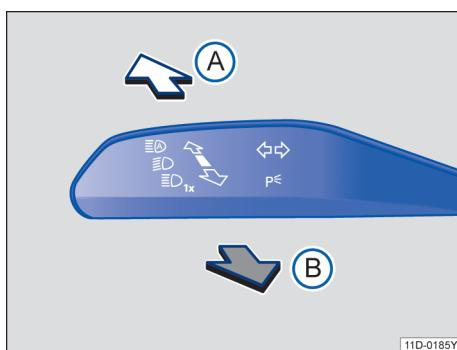

图 75 转向信号灯 / 远光灯操作杆
- 将转向信号灯和远光灯操纵杆从中间位置移至下列位置→图 75：
- (A) 接通远光灯→▲。在远光灯接通时，组合仪表上的指示灯 亮起。
- (B) 关闭远光灯或操作远光灯变光功能。只要拉动操作杆，便会执行远光灯变光功能。指示灯 亮起。